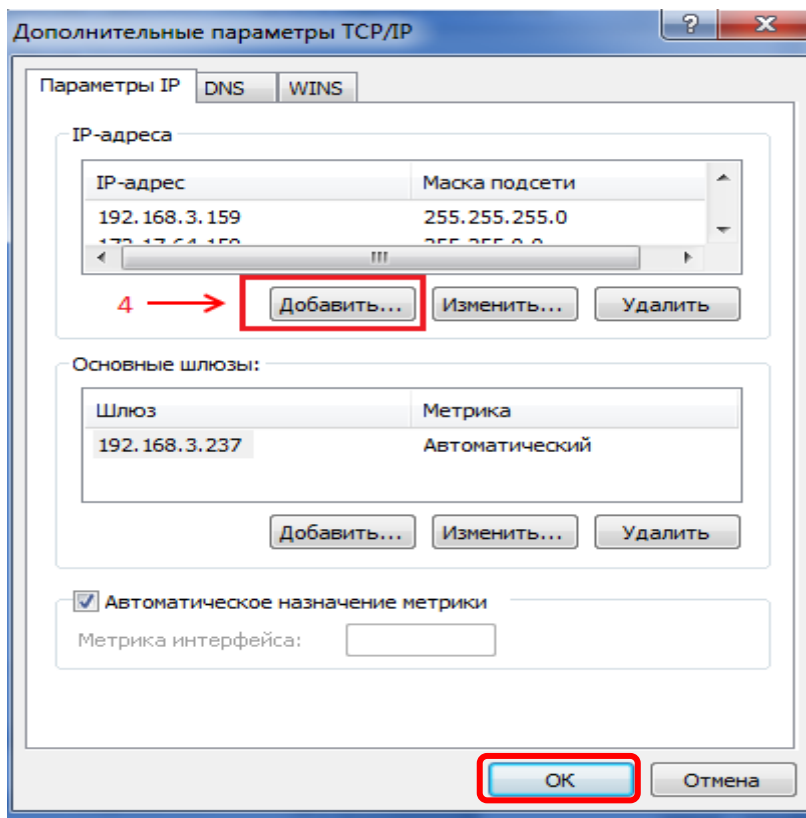

Рисунок 42 – Дополнительные параметры TCP/IP
4) Откроется окно **Дополнительные параметры TCP/IP**. Нажать кнопку **Добавить...** (см. рисунок 42, обозначение 4).